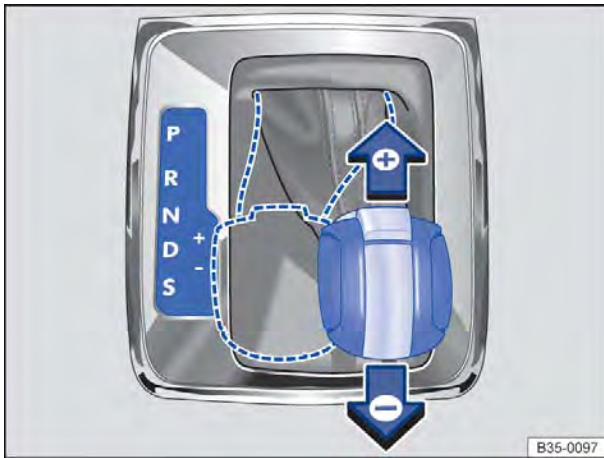

Fig. 140 Alavanca seletora na posição Tiptronic (veículos com direção à esquerda). Veículos com direção à direita são espelhados.
- Mover a alavanca seletora para frente  ou para trás  para aumentar ou diminuir a marcha ⇒ Fig. 140.